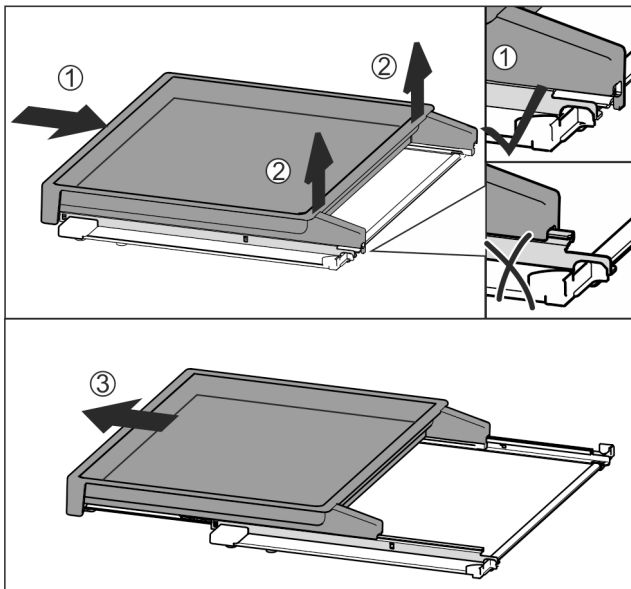

Fig. 179
- Shtyni plotësisht brenda raftin me tërheqje Fig. 179 (1).
- Lironi kapëset bllokuese në pjesën e pasme Fig. 179 (2).
- Nxirrni jashtë nga përpara raftin me tërheqje Fig. 179 (3).